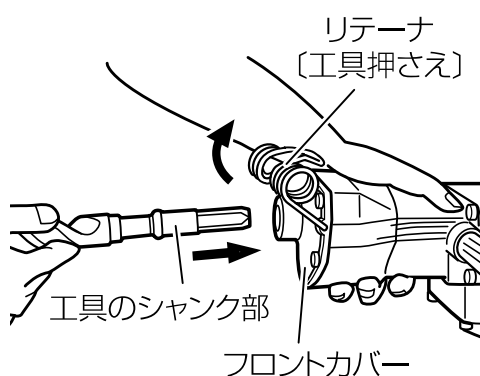

図 3 - 1
- (1) リテーナ [工具押さえ] を上げ、工具のシャンク部をフロントカバー六角穴へ一杯にさし込みます。(図 3 - 1)
- (2) リテーナの上部を木ハンマー等で軽くたたき、元に戻して工具が抜けないようにします。